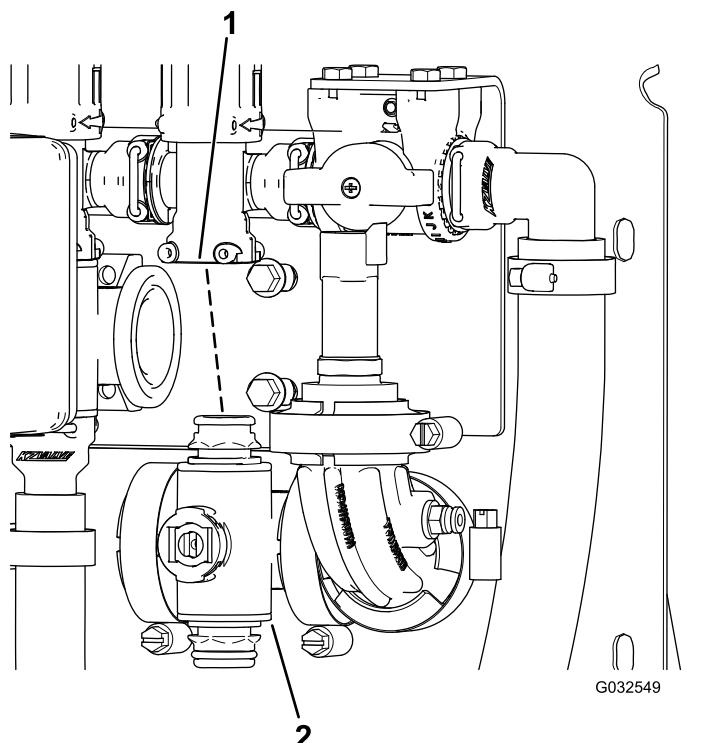

Figura 106
3. Retire el distribuidor de la válvula de sección de la máquina (Figura 106).